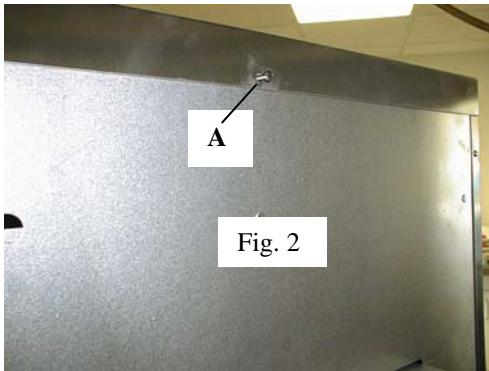

Fig. 2
(FR) **Raccordement** : Déposez la vis A (fig.2). Levez, poussez, dégagéz le dessus de l'appareil (fig.3), enlevez la vis B et déposez le côté gauche. Procéder au raccordement en utilisant un câble souple normalisé, au bornier C (fig. 4 & 5). Fixer le câble au moyen du serre câble D.
(GB) **Electric connection** : Loosen and remove screw A (fig. 2). Lift, push and remove unit top (Fig. 3), loosen and remove screw B and remove left-hand side panel. Use a standard flexible cable to connect to terminal block C (fig. 4 & 5). Secure the cable by means of cable clamp D.
(NL) **Elektrische aansluiting** : Neem schroef A los (fig.2). Licht de bovenplaat (Afb. 3) op en duw deze naar achteren, neem schroef B los en verwijder het linker zijpaneel. Aansluiten met genormaliseerd snoer op klemblok C (fig. 4 & 5). Zet het snoer vast met een kabelklem D.